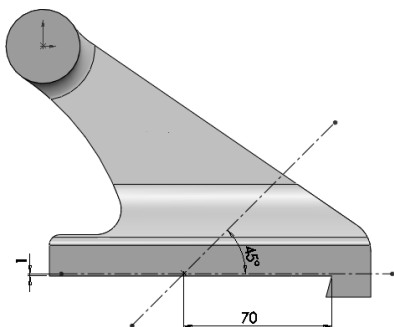

图 2-161 绘制参考图线
STEP 1 在“前视基准面”中绘制如图 2-161 所示的草绘图形的(如交点处无法添加尺寸, 可首先单击“草图”工具栏中的“点”按钮捕捉交点, 并添加一个参考点)。